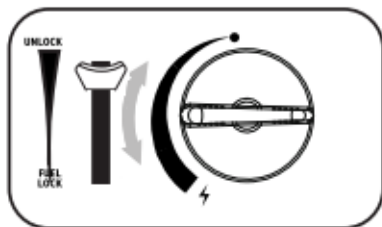

Рис. 11
1. Встановити поворотний регулятор (17) у положення ВИМК. (16).
3. Після того, як полум'я згасне, натиснути важіль блокування балона (20) вгору в положення UNLOCK (14). (Рис. 11)